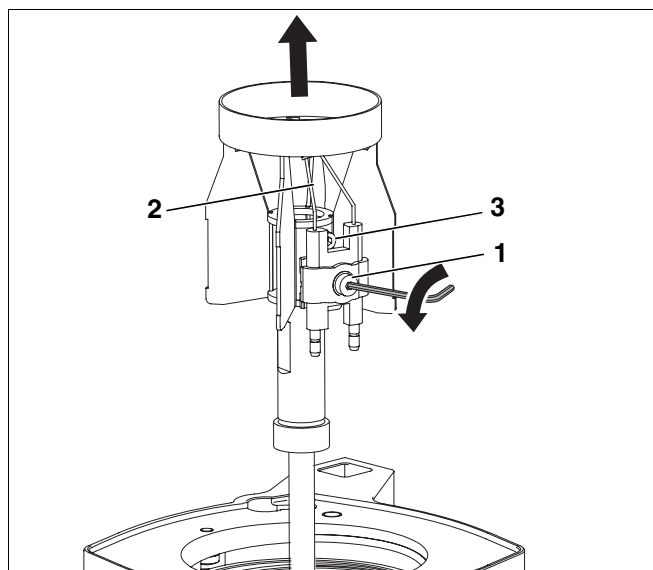
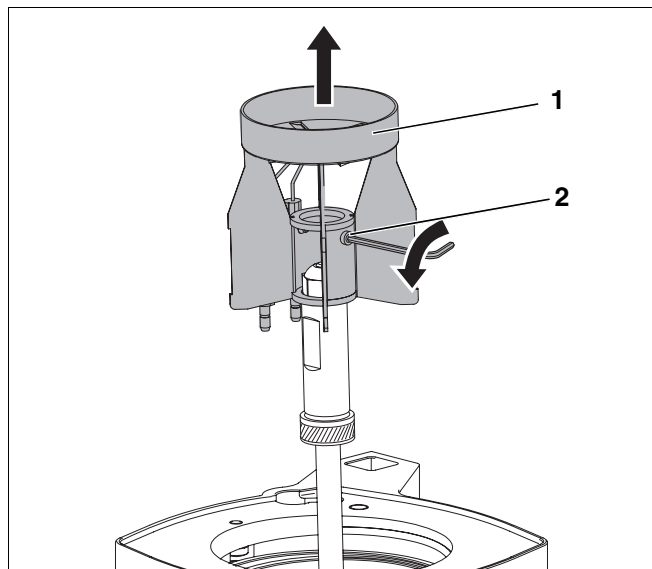
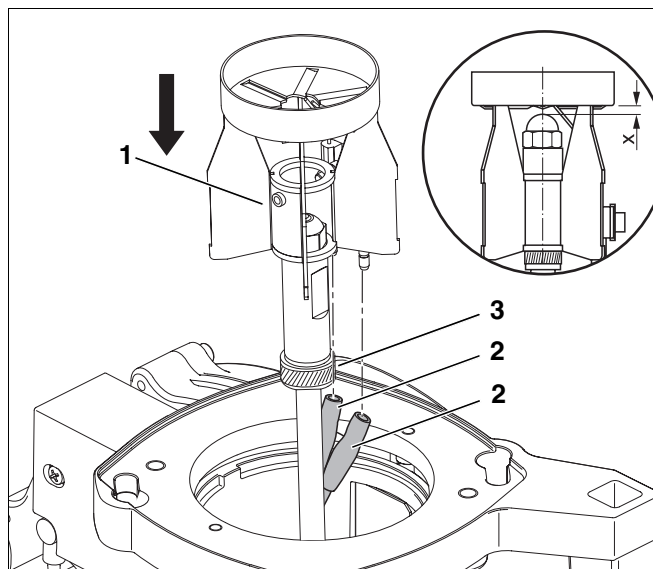

Рис. 26 Замена запальных электродов
Рис. 27 Демонтаж распределительного диска
Рис. 29 Монтаж распределительного диска
На запальных электродах (рис. 26, поз. 2) не должно быть отложений.
- Отвернуть винт (рис. 26, поз. 1) между запальными электродами.
- Отсоединить провода (рис. 29, поз. 2, стр. 29) от запальных электродов.
- Демонтировать запальные электроды (рис. 26, поз. 2).
- Ослабить установочный винт (рис. 27, **поз. 2**) и демонтировать распределительный диск (рис. 27, **поз. 1**).
- Вынуть вверх распределительный диск (рис. 27, **поз. 1**).
- Установить распределительный диск (рис. 29, поз. 1) и закрепить установочными винтами (рис. 27, поз. 2, стр. 28 и рис. 26, поз. 3, стр. 27).
- Подсоединить провода к запальным электродам (рис. 29, поз. 2).
- Следите за тем, чтобы промежуточное кольцо было правильно установлено (рис. 29, поз. 3) и проверьте размер "х" согласно глава 3.3 "Установочные параметры и применяемые форсунки", стр. 8.